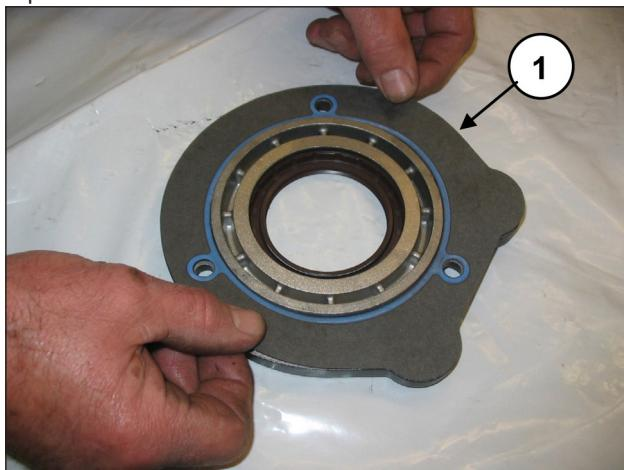
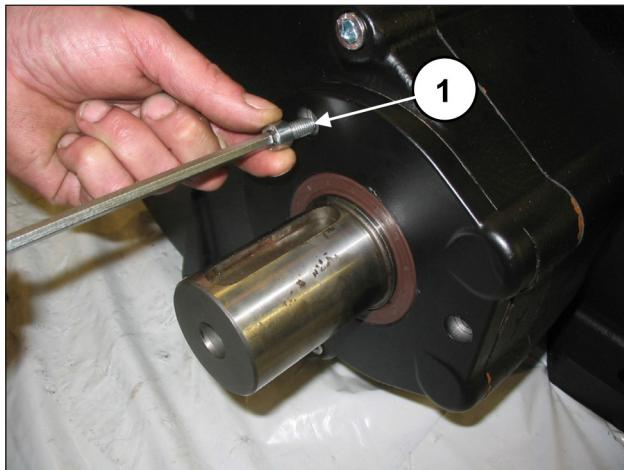

Fig. 72
Fig. 73
Appicare la flangia riduttore con relativa guarnizione alla scatola riduttore (pos. ①, Fig. 72) ed avitarla mediante 3 viti M8x18 (pos. ①, Fig. 73).